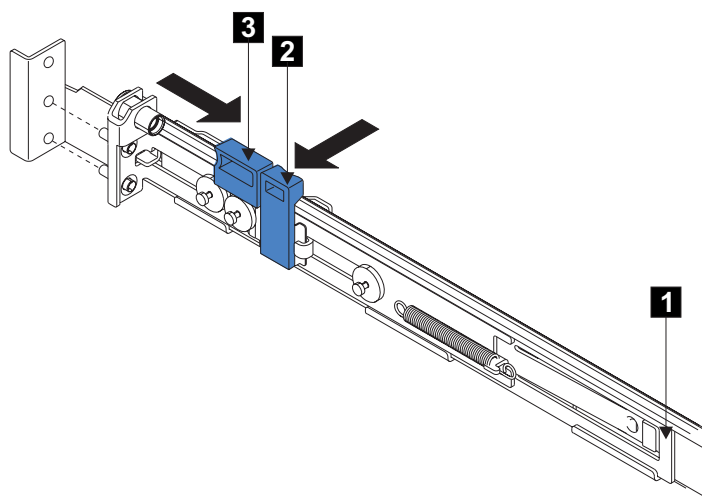

図 65. 後部のラッチ・ロック・キャリア・アセンブリーを開く
5. 後方のレール・ブラケット **1** (図 65) を、止まるまでレールの前面に向かって押します。これで、レールはその一番短い長さに調整されます。